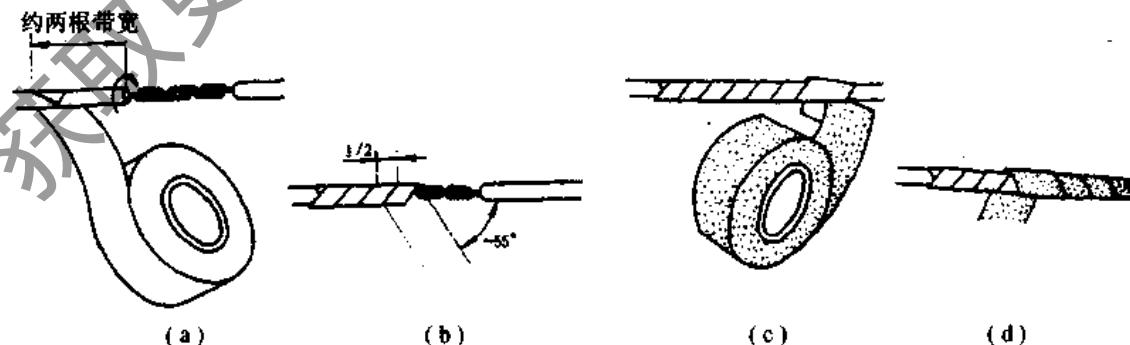

图 4-18 绝缘带的包缠
(1) 将黄蜡带从导线左边距连接处约40mm处开始缠绕,黄蜡带与导线保持约 $55^\circ$ 的倾角,每圈重叠带宽的 $1/2$ ,如图4-18(a)、(b)所示。
(2) 缠绕一层黄蜡带后,用黑胶带接在黄蜡带的尾端,按另一倾斜方向缠绕一层黑胶带,其重叠部分仍为带宽的 $1/2$ ,如图4-18(c)、(d)所示。